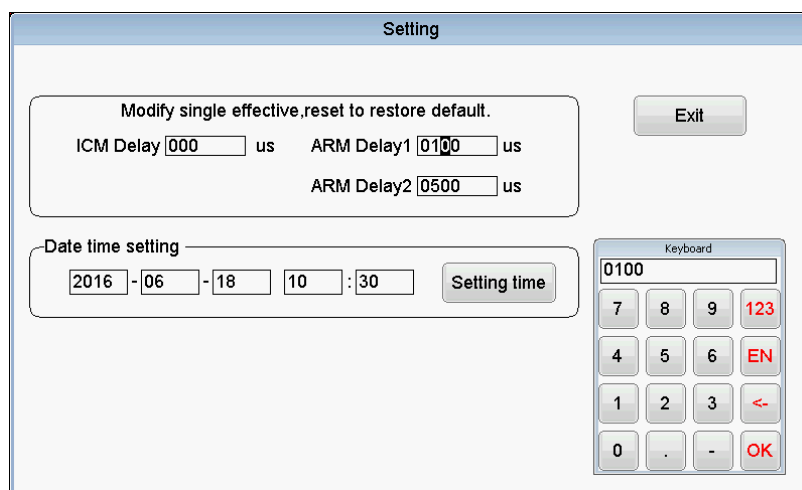

Fig.2.12 Introducción a las ventanas de configuración del sistema
**Funcionar** — **Configuración del sistema**, la ventana del papa aparece como abajo Fig.2.12